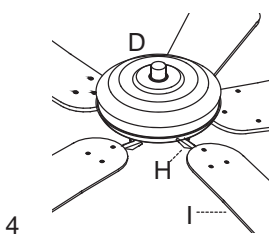

Fig. 4
4. Introduzca los tornillos del motor (K) restantes, junto con las arandelas de seguridad (N). [Fig. 4] Apriete bien todos los tornillos del motor (K).